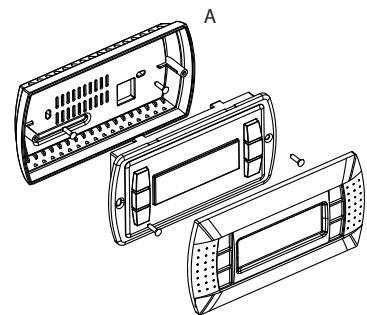

Fig. 2
Pour le montage mural de l'unité terminale, il faut d'abord fixer le dos du boîtier A (Fig. 2) à l'aide d'une boîte standard à 3 modules pour interrupteurs.
- Poser la partie frontale contre le dos du boîtier et fixer le tout en utilisant les vis à tête fraisée qui se trouvent à l'intérieur de l'emballage comme illustré sur la Fig. 2;
Vor der Ausführung der Wandmontage muss der Gehäuserücken (Fig. 2) anhand eines Standard-Kastens für 3 Schaltermodule befestigt werden.
- Das Frontteil am Gehäuserücken anlegen und mit den im Lieferumfang enthaltenen Senkkopfschrauben gemäß Fig. 2 festschrauben.